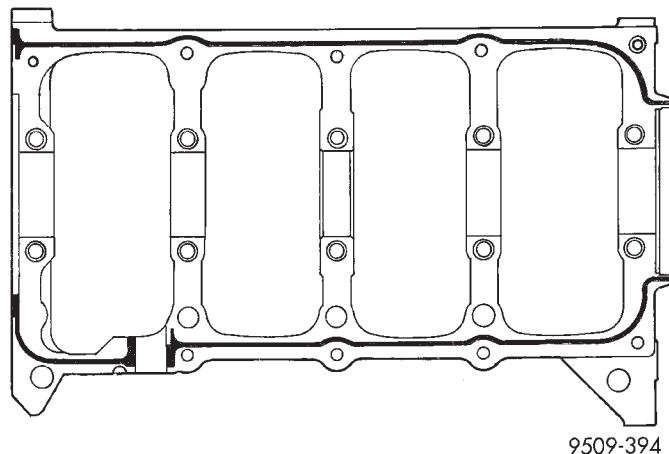

Fig. 12 Sellado de tapas de cojinetes principales/bancada
(4) Aplique al bloque de cilindros un reborde de sellante anaeróbico Torque Cure Gasket Maker Mopar® de 1,5 a 2 mm (0,059 a 0,078 pulg.) como se muestra en (Fig. 12).
(5) Instale los cojinetes principales inferiores en la tapa de cojinete principal/bancada. Asegúrese de que las lengüetas del cojinete asienten en las ranuras de la bancada. Instale el conjunto de cojinetes principales/bancada en el bloque del motor.
(6) Antes de instalar los pernos, los filetes de rosca deben lubricarse con aceite de motor limpio. Elimine el exceso de aceite.
(7) Instale los pernos de fijación de la bancada de cojinetes principales al bloque del motor 11, 17 y 20 apretándolos con la mano. Apriete estos pernos todos